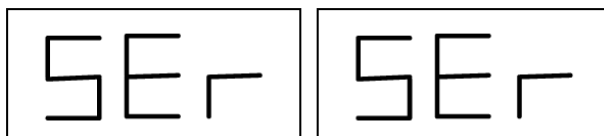

Рис. 9.1 - Режим СЕРВИС включен
2. Нажмите [F + P3] . Стенд переходит в сервисный режим, и будет отображаться сообщение **Ser Ser**. См. рисунок 9.1;